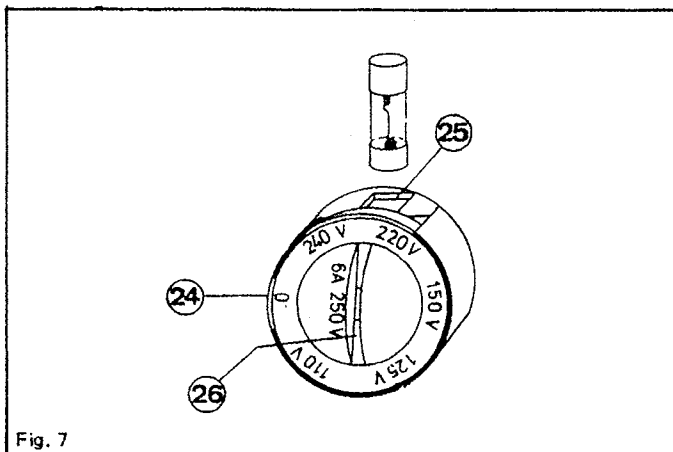

Fig. 7
Pour remplacer le fusible du primaire, introduire une pièce de monnaie dans la fente (25) du sélecteur de tension et porte-fusible (24) et tourner jusqu'à ce que le «0» se trouve en regard du repère blanc (26) comme il est indiqué sur la fig. 7. Dans cette position le fusible à ressort est éjecté par l'ouverture (25) et on le recueille. En introduire un neuf par l'ouverture et le maintenir en place avec un objet pointu (pointe de stylo à bille ou tourne-vis) tout en tournant la pièce de monnaie dans la fente (25) jusqu'à ce que le fusible se trouve coincé à sa place.